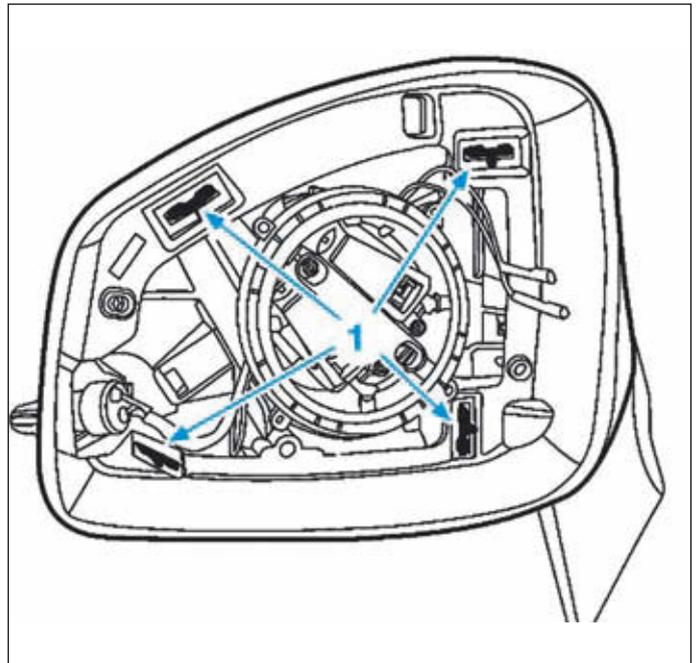

FIG.66
- la coquille du rétroviseur extérieur gauche (1) (Fig.66),